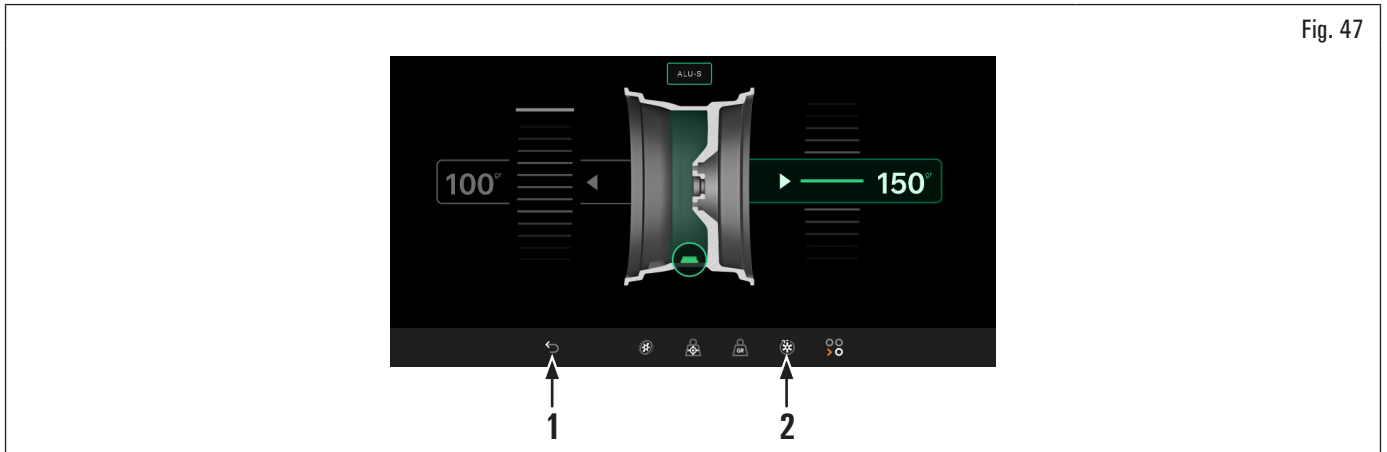

Fig. 47
1. de la page application poids côté externe roue (voir Fig. 47) appuyer sur l'icône (Fig. 47 réf. 1).
4. si l'opérateur veut changer le point d'application du poids adhésif « côté interne roue », il suffit d'appuyer sur l'icône (Fig. 47 réf. 2). La roue, le laser et la fenêtre se préparent à la application de ce poids.